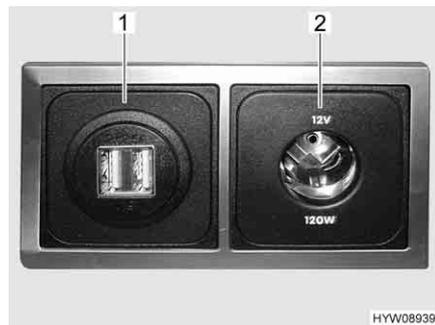

Fig. 96 Presa USB e 12 V
**Presa USB** È possibile caricare le batterie di dispositivi con corrente di carica fino a 2,5 A, collegando i dispositivi alle prese USB (Fig. 96,1).
**Presse a 12 V** Le prese da 12 V (Fig. 96,2) consentono di collegare apparecchi con consumo di corrente massimo pari a 10 A (potenza pari a 120 W).